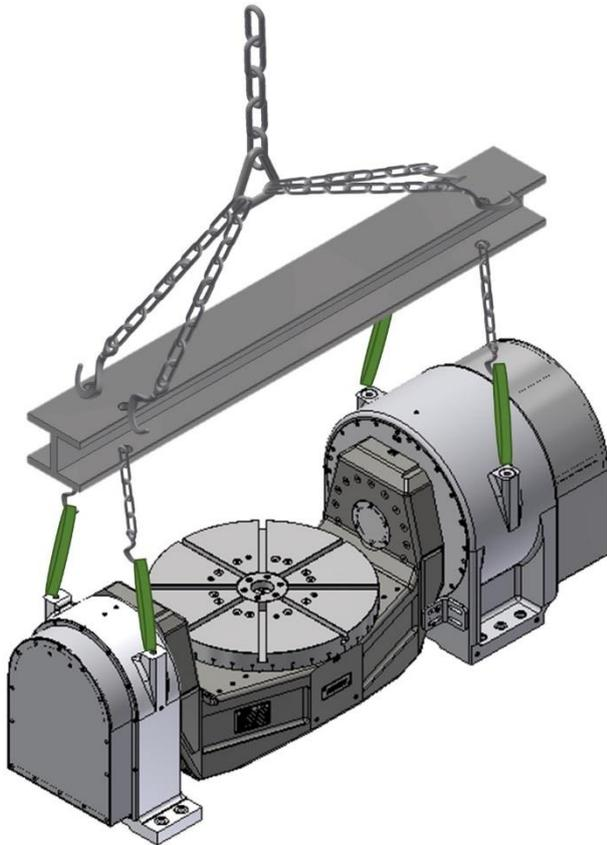

Fig. 4.1 Punti di aggancio RAB-400
| <p>Danneggiamento della tavola rotobasculante! La tavola rotobasculante può essere danneggiata durante il trasporto.</p> <ul style="list-style-type: none"> • Utilizzare solo i punti di aggancio previsti (Fig. 4.1 ... 4.4). • Durante il trasporto non caricare ulteriormente la tavola rotobasculante! • Assicurare la tavola rotobasculante e i suoi componenti contro le oscillazioni! | |
- Utilizzare solo i punti di aggancio previsti (Fig. 4.1...4.4).